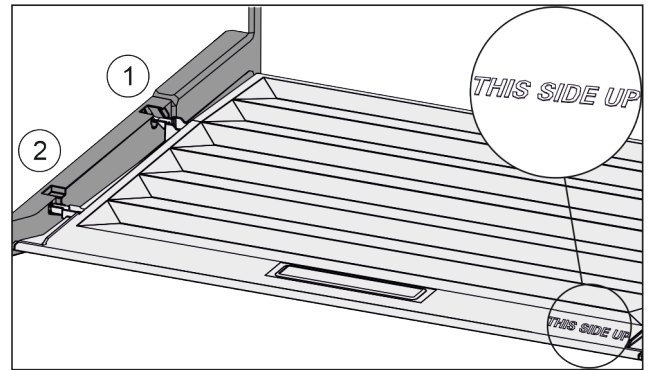

*Fig. 84*
- ▶ Arrastre hacia adelante *Fig. 84 (1)* la tapa hasta la abertura en las piezas de soporte.
- ▶ Levántela de la parte trasera desde abajo y quítela *Fig. 84 (2)* hacia arriba.